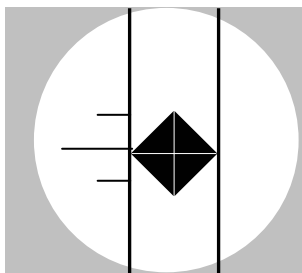

图 5-9 移动右边细线到压痕右尖端
6. 旋转测量旋轮，使右边细线刚好卡住压痕对角线的右尖端。见图 5-9。